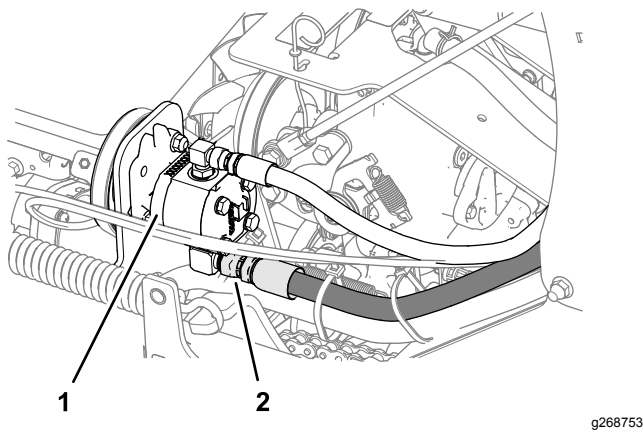

Figura 53
6. Afloje la manguera de aspiración del acoplamiento de la bomba, limpie alrededor del acoplamiento y deje que se drene el aceite (Figura 53).